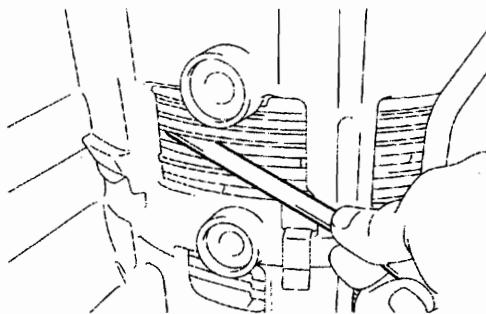

图 12-1-81
②如图 12-1-81 所示，用塞尺测量卡环和法兰间的间隙，为 0.42~0.72mm。如果间隙超出规定值，则可能是零件装配不正确，应检查后再进行装配。若间隙仍不在规定范围内，则应选择另一个法兰。法兰有 4 种不同厚度，见表 12-1-3。